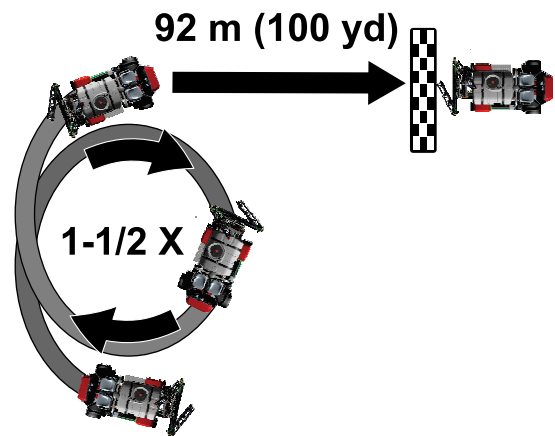

Figura 74
3. Conduza a máquina num círculo 1½ revolução (Figura 74).